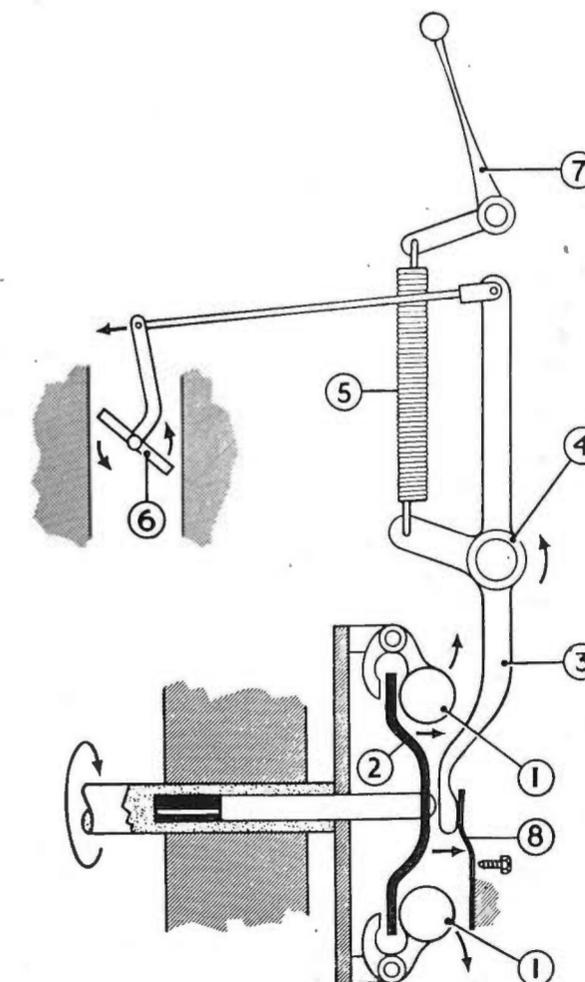

FIG. 40
FONCTIONNEMENT (Fig. 40)
A mesure qu'augmente la vitesse du moteur, les masselottes (1) s'écartent sous l'action de la force centrifuge et poussent vers l'avant la coupelle (2) qui prend appui sur le levier (3) et fait pivoter ce dernier sur son axe (4) dans le sens indiqué par les flèches sur la figure 40. Il s'ensuit que le papillon des gaz pivote à son tour comme il est indiqué en réduisant ainsi le passage des gaz.
FIG. 40 bis